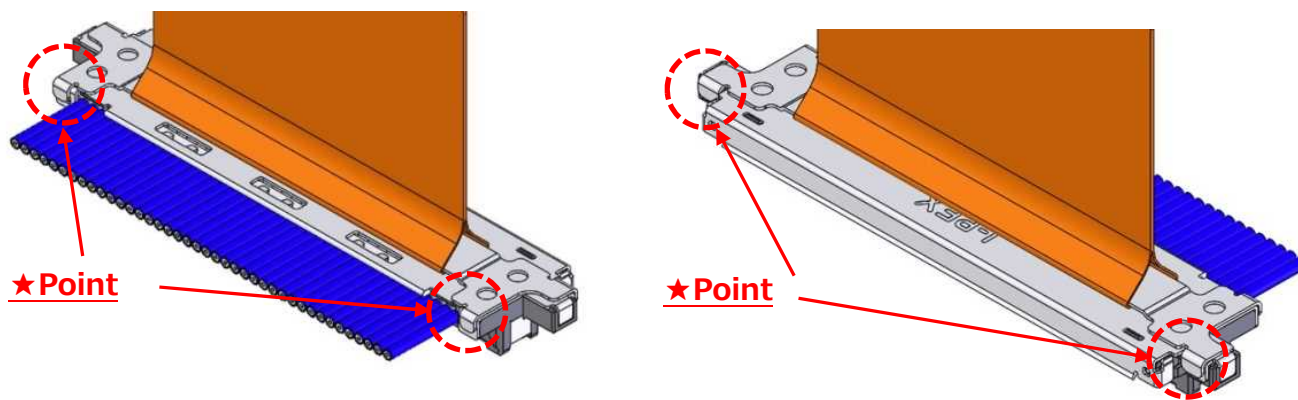

図.12 PULL TAPE HOLDER 組付け確認位置
- ② PULL TAPE HOLDER が正常に組み立てられているか確認する。(図.12★部)